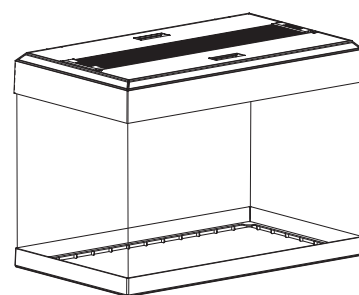

Fig. 10
3. Placer la plaque d'aluminium (B2) et les portes d'accès avant et arrière (B1) sur le rebord supérieur de l'aquarium (Fig. 10). L'aquarium Venezia 350 est muni de deux plaques d'aluminium et de trois portes d'accès. Veiller à ce que le cordon et la prise électrique ne se mouillent pas.